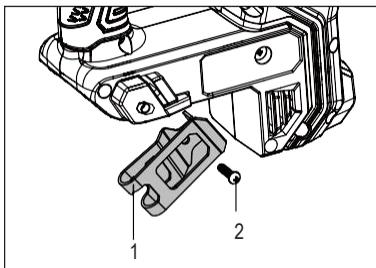

Рис. 1
Поясная клипса (1) предназначена для временного подвешивания инструмента. Её можно зафиксировать с любой стороны корпуса инструмента. Закрепите клипсу (1) на инструменте с помощью винта (2) (рис. 1).